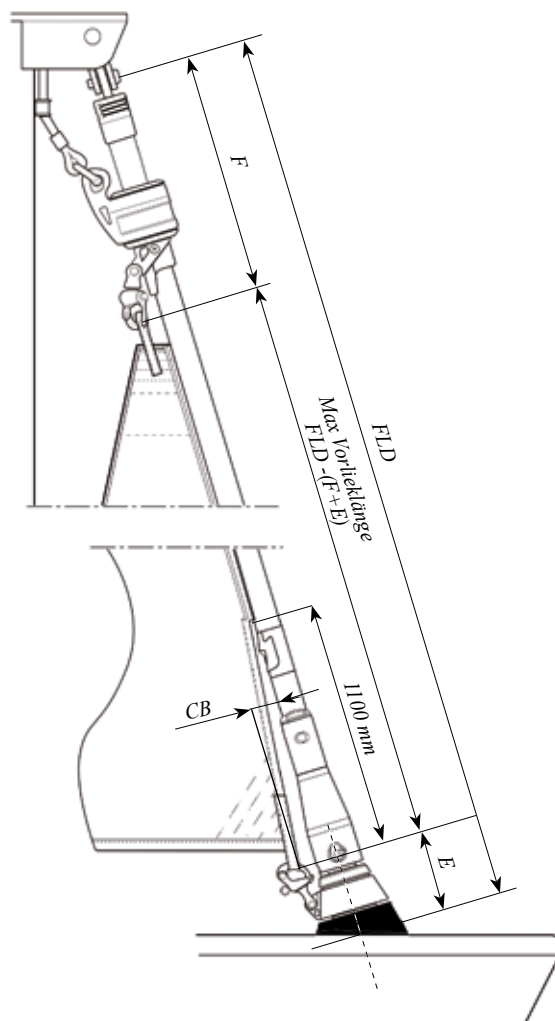

Abb. 7.1.b
- ☐ Das Segel muß in vieler Hinsicht dem Furlex-System angepasst werden. (Die max. Vorlieklänge wird wie aus der Tabelle 7.1.1 und Abb. 7.1.b. FL - (F+E) hervorgeht, berechnet.) (Vorstaglänge gem. Tabelle 7.5.1, Abzüge für Hals und Kopf).